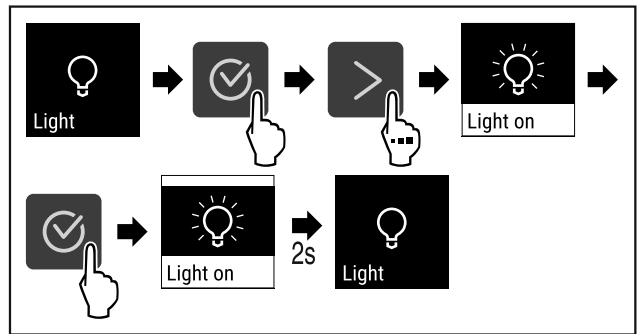

Fig. 69
- ▶ Følg anvisningene (se Fig. 69) .